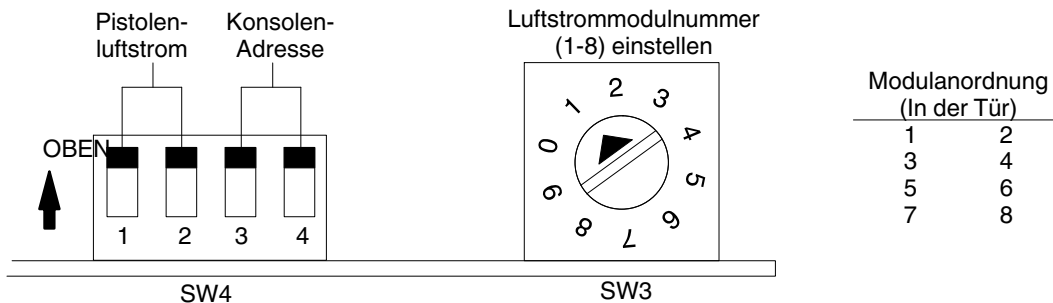

Abb. 3-3 Adresse des iFlow Moduls
Siehe Abbildung 3-3 und Tabelle 3-1.
**Modulnummer (SW3):** Den DIP-Drehschalter an jedem Modul auf die korrekte Modulnummer einstellen. Die Module sind entsprechend der Modulanzordnungstabelle in Abbildung 3-3 nummeriert.